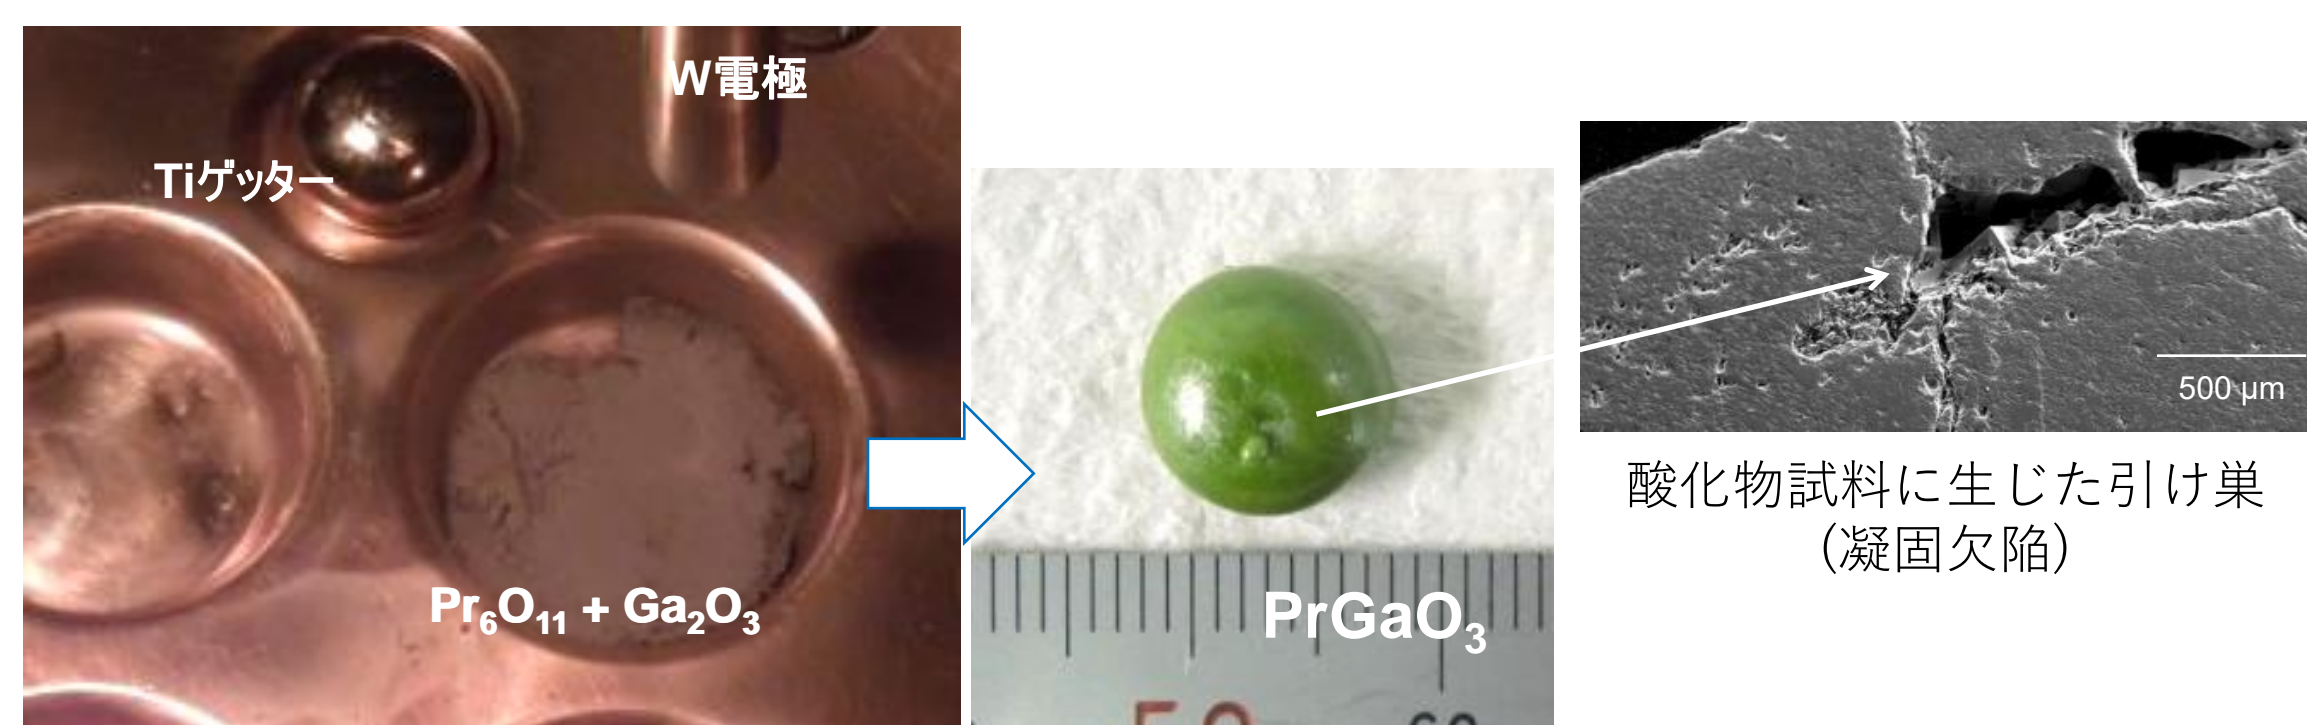

図2 【実験例1】酸化物多結晶PrGaO3
## アーク溶解 実験例紹介 (図2, 3)
- ① 主に、純金属ならびに合金の溶製が可能です。
- ② 酸化物等の非金属化合物の溶製も物質によって可能です(図2)。
- ③ 高融点金属の溶解に威力を発揮します。
- ④ アーク溶解で作製する合金は、一般的には溶融-急冷-凝固により多結晶ですが、横型帯域溶融アーク炉は水平方向に伸長したハースを5~60 mm/hの速度で自動送りすることで、粗大結晶や単結晶の溶製が可能です。